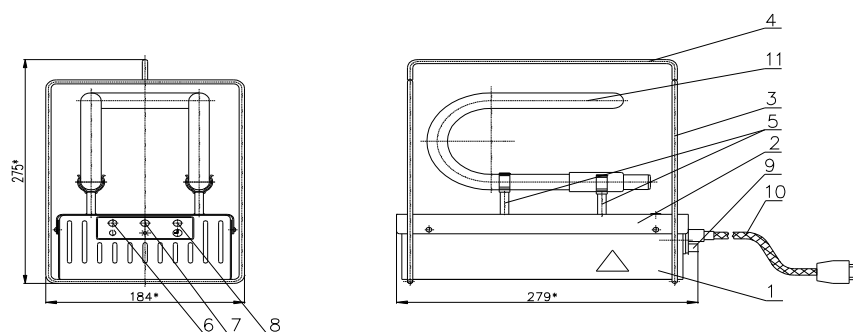

Рис. 2. Общий вид и габаритные размеры облучателя «СВЕТОЛИТ-50»
Общий вид облучателей СВЕТОЛИТ-50 и СВЕТОЛИТ-90 показан на рис. 2 и 3 соответственно.
- Прижать магнитный диск устройства обнуления к корпусу в зоне пиктограммы * «РЕЖИМ РАБОТЫ» (поз. 7 рис. 2 или 3) на 3-5 секунд.